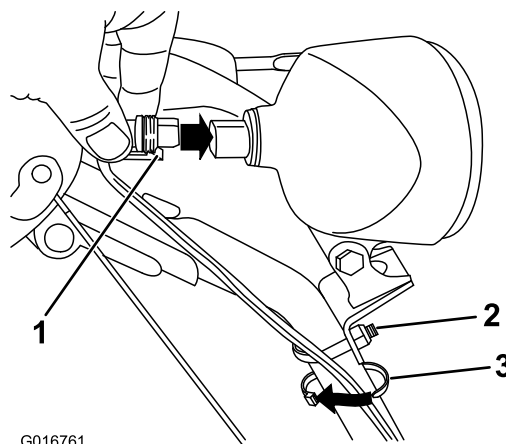

Figure 18
1. Branchez directement le connecteur qui est au bout du fil à l'arrière du phare et enfoncez-le bien en place (Figure 18).
Remarque: Assurez-vous que l'attache en plastique du connecteur se trouve en bas (Figure 18).
2. Attachez un serre-câble (pris dans le sachet de pièces détachées) autour du câble et du guidon à environ 2,5 cm (1") en dessous de l'étrier fileté (Figure 18).